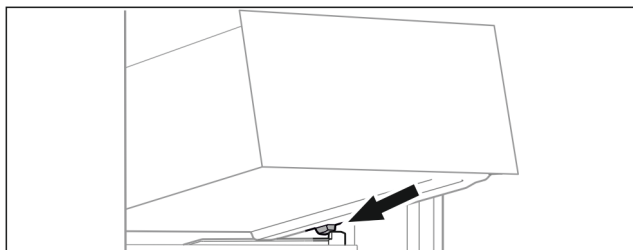

Fig. 34
- ▶ Założyć szufladę pod skosem za stoperami na żebro pojemnika. (patrz Fig. 34)